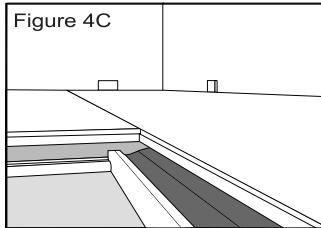

Figure 9A
Step 1 – When cutting a plank used for completing a row be sure to allow for the proper 5/16" gap once the plank is installed. (Fig. 9A)
Paso 1 – Cuando corte una plancha que se usará para completar una fila, asegúrese de dejar el espacio adecuado de 7,94 mm (5/16 pulg.) una vez que la plancha esté instalada (Fig. 9A).